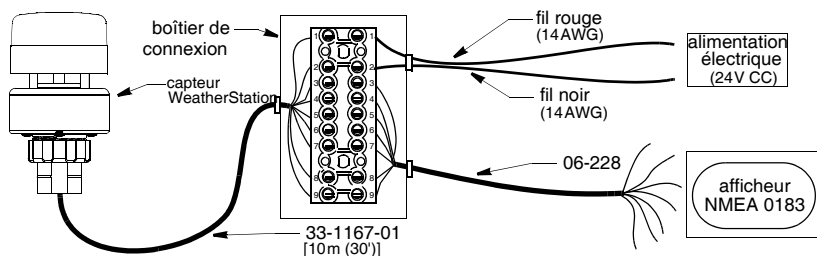

Figure 6. Câblage au boîtier de connexion (échelle non respectée)
Faites cheminer le câble de WeatherStation vers un boîtier de connexion (Figure 6). Faites cheminer un câble séparé du boîtier de connexion à l'afficheur NMEA. Faites cheminer les fils 14AWG (2 mm²) du boîtier de connexion à une alimentation 24 V CC. *Ne pas fixer les câbles et les fils à ce stade.*
ATTENTION: Votre instrument WeatherStation a soit une RS422 ou RS232. Vous devez suivre le schéma de câblage de la figure 6 ou 7 qui correspond à votre instrument WeatherStation. Si il est câblé pour la mauvaise interface, il ne sera pas transmettre et recevoir des données correctement.
2. Dénudez 60 mm (2-1/2") d'isolant extérieur et repliez le blindage de l'extrémité dénudée (Figure 6 ou 7).